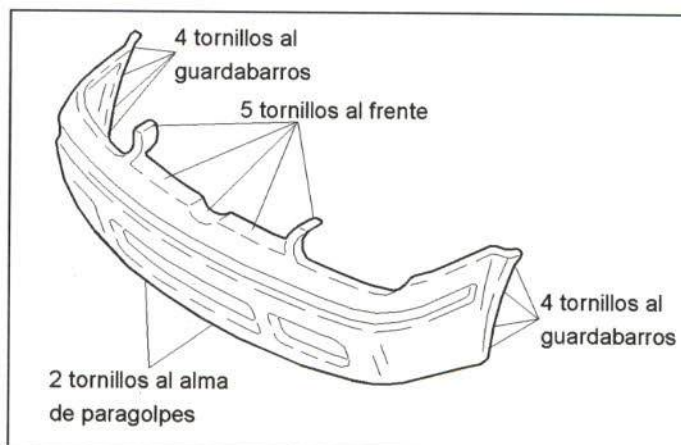

Figura 19.- Unión del paragolpes delantero
- Paragolpes (ver figura 19).
En la figura 19 se muestra la unión del paragolpes delantero con el resto de la carrocería.
- Paragolpes delantero (ver figura 19).